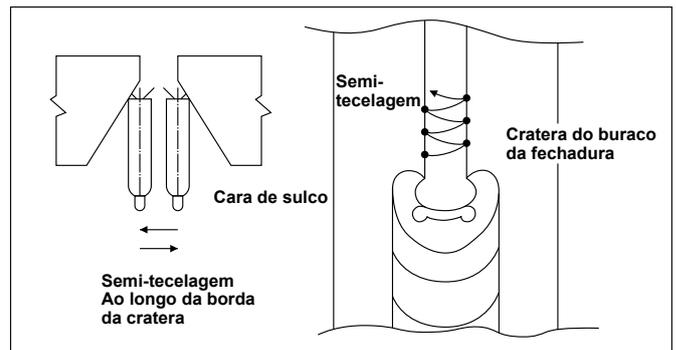

Fig. 4 — Técnica do buraco da fechadura
- (1) Use a técnica do buraco da fechadura. Logo após obter o arco golpeando a face do sulco, controle a poça de fusão para formar a cratera do buraco da fechadura: manipule então o eléctrodo ao longo da borda do buraco da fechadura usando a técnica do semi-tecelagem - Fig. 4.
- (4) Moer ambos os terminais de partida e de terminação dos cordões de solda anteriores para assegurar uma junção suave dos cordões de solda com as soldaduras subsequentes.
- (5) Ao unir os cordões de solda, iniciar o arco no cordão precedente, e expor o arco no buraco da fechadura para assegurar uma melhor fusão: siga então o mesmo procedimento que na Fig. 4.